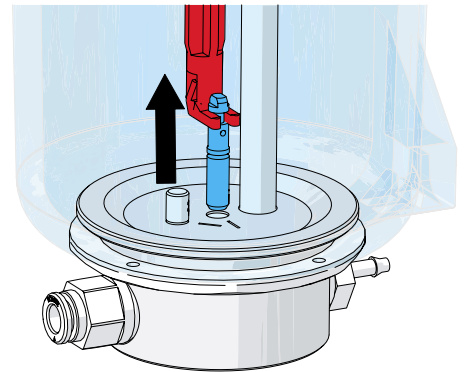

Abb. 11
- ⇒ Dosierdüse mit Werkzeug fassen und nach oben herausziehen (Abb. 11).